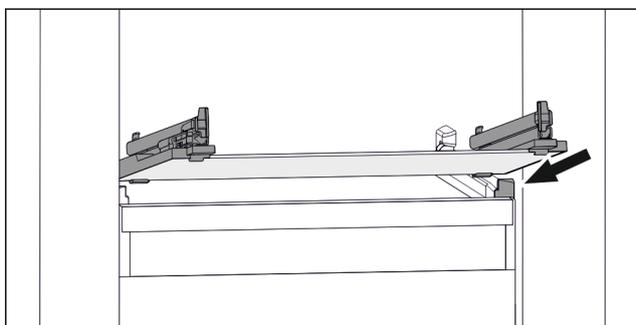

Fig. 83 玻璃隔板例图
- ▶ 将玻璃隔板斜放在止动器后面。（参见 Fig. 83）